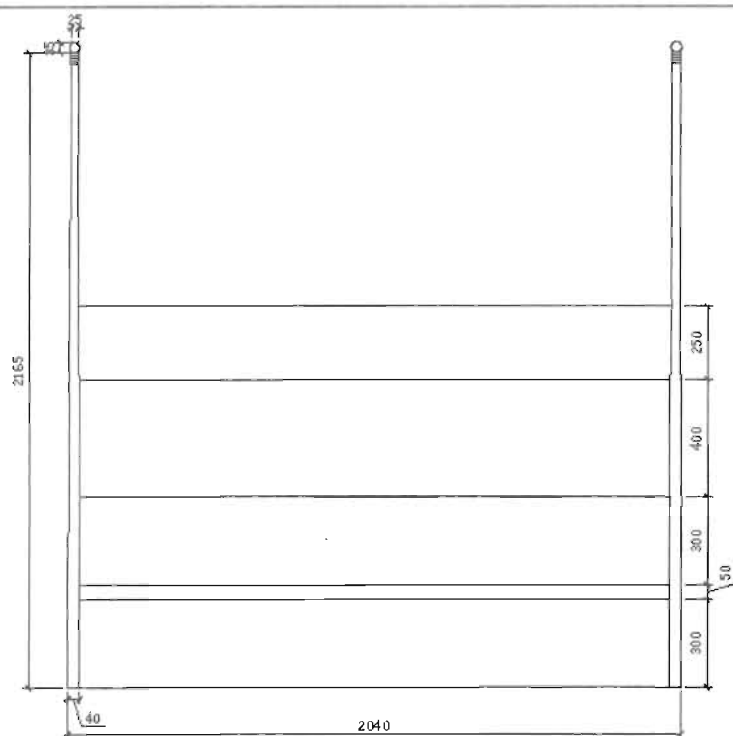

图 5-81
(5) 捕捉床柱下方的端点绘制一条水平直线, 再单击“修改”工具栏中的“复制”按钮 , 任意指定一个基点, 再将鼠标垂直放置在线段的上方, 然后直接输入复制的距离, 分别为 350、650、1050、1300, 如图 5-81 所示。